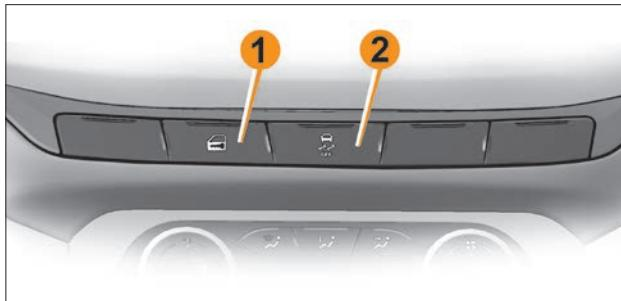

Рис. 3. Блок выключателей на панели приборов
– Центральная блокировка замков дверей. Для блокировки замков всех дверей из салона нажмите кнопку  на панели приборов, индикатор на кнопке 1 (рис. 3) загорится на некоторое время, затем погаснет. Если при нажатии кнопки  капот, багажник или одна из дверей были открыты, то двери обратно разблокируются. Закройте двери, капот, багажник, нажмите кнопку блокировки , все двери заблокируются.
При заведенном двигателе нажмите кнопку центрального замка  на панели приборов 1 (рис. 3) и удерживайте ее в течение пяти секунд. Сразу после нажатия кнопки загорит-
При заведенном двигателе нажмите кнопку центрального замка  на панели приборов 1 (рис. 3) и удерживайте ее в течение пяти секунд. Функция отключена.